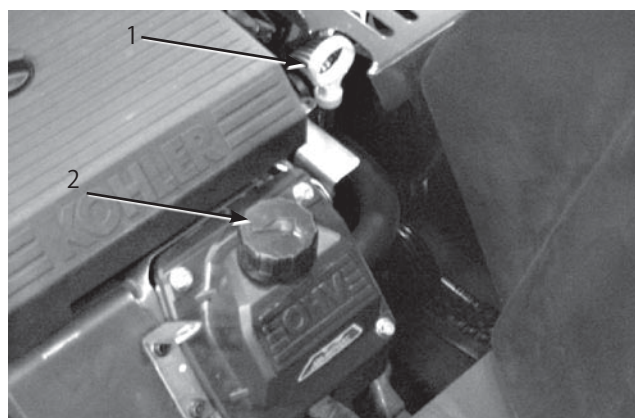

図11
2. 異物が入らないよう、ディップスティック（図11）の周辺をきれいに拭く。